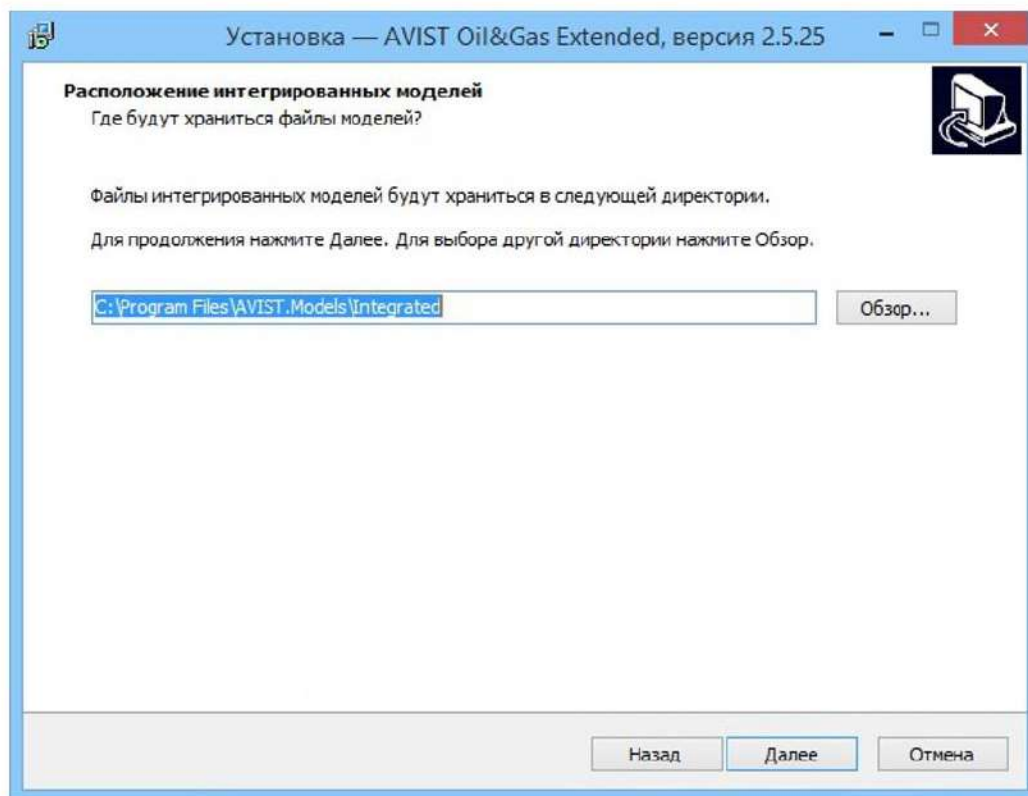

Рисунок 56 - Выбор директории для хранения файлов интегрированных моделей
11) Выбрать директорию, где будут храниться файлы интегрированных моделей, нажать кнопку «Далее» (Рисунок 56).